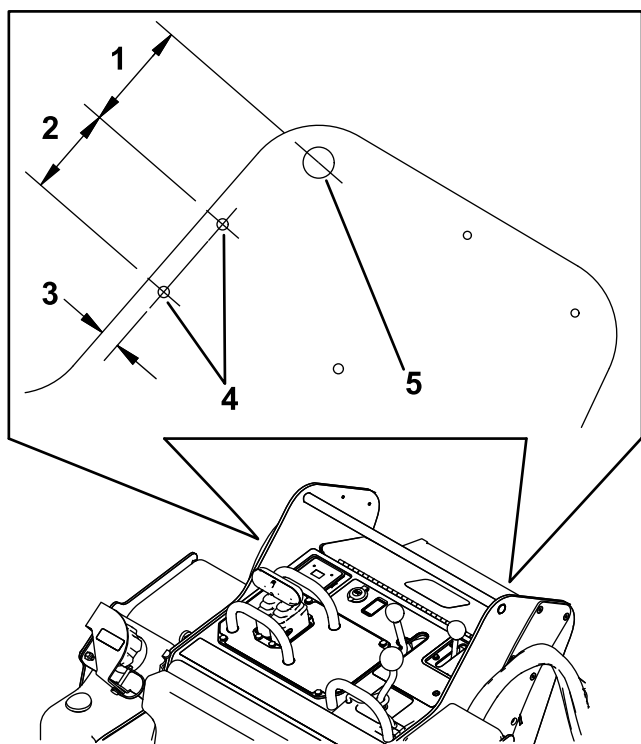

Figura 6
1. Mida desde los bordes del bastidor, según se muestra en Figura 6, y marque la posición de los taladros de montaje del soporte del protector.